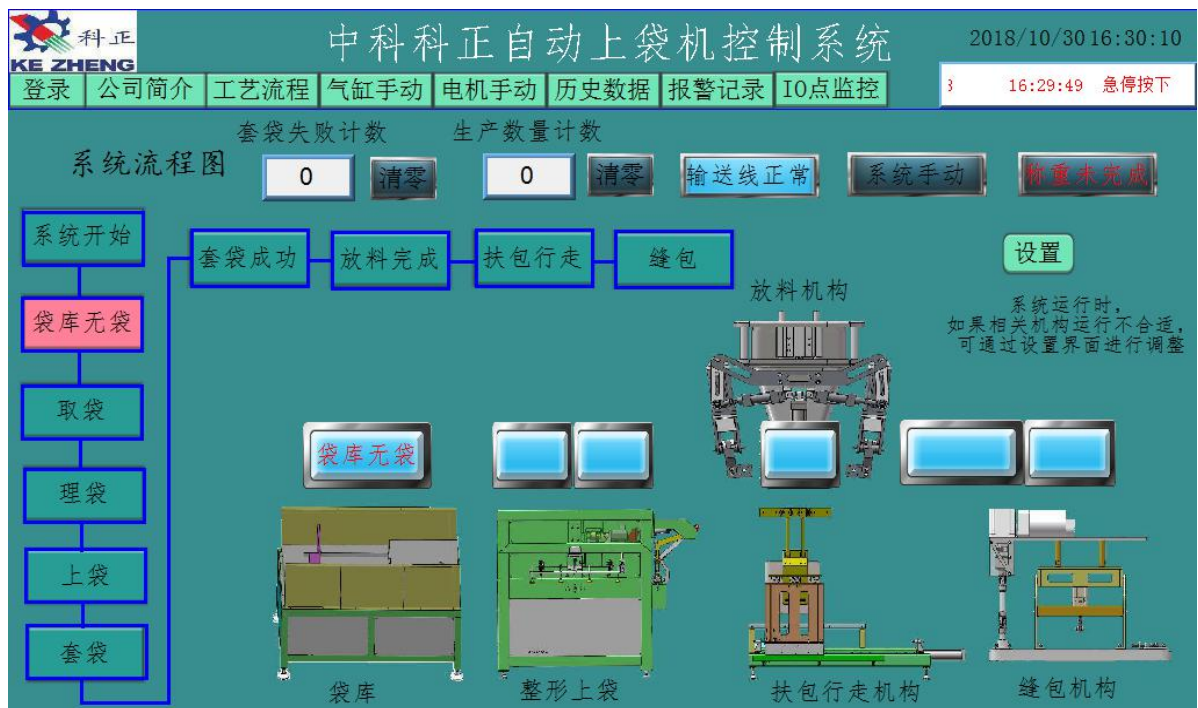
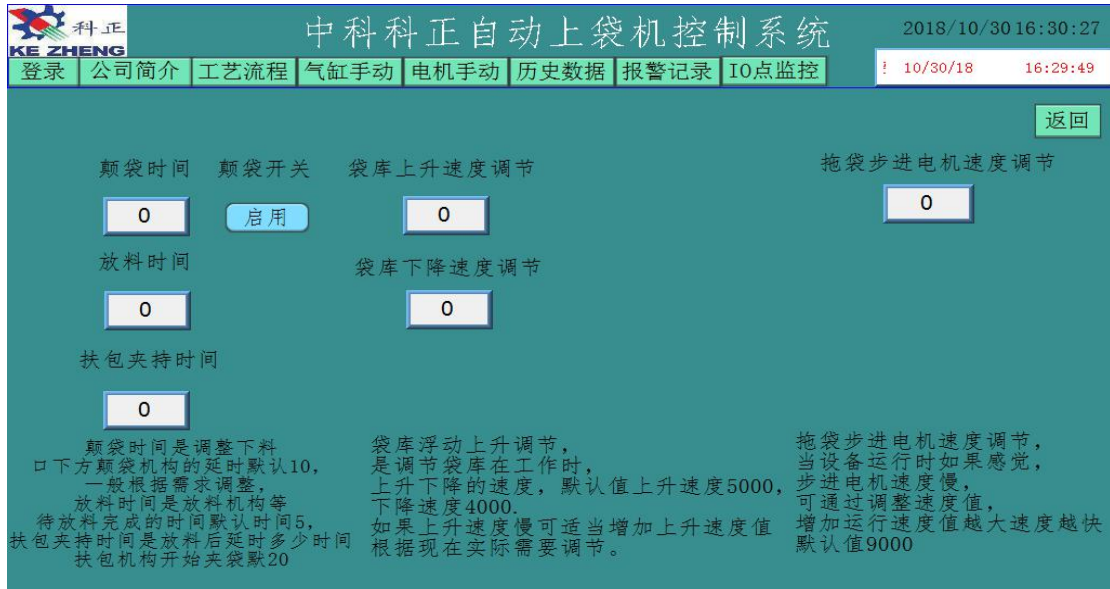
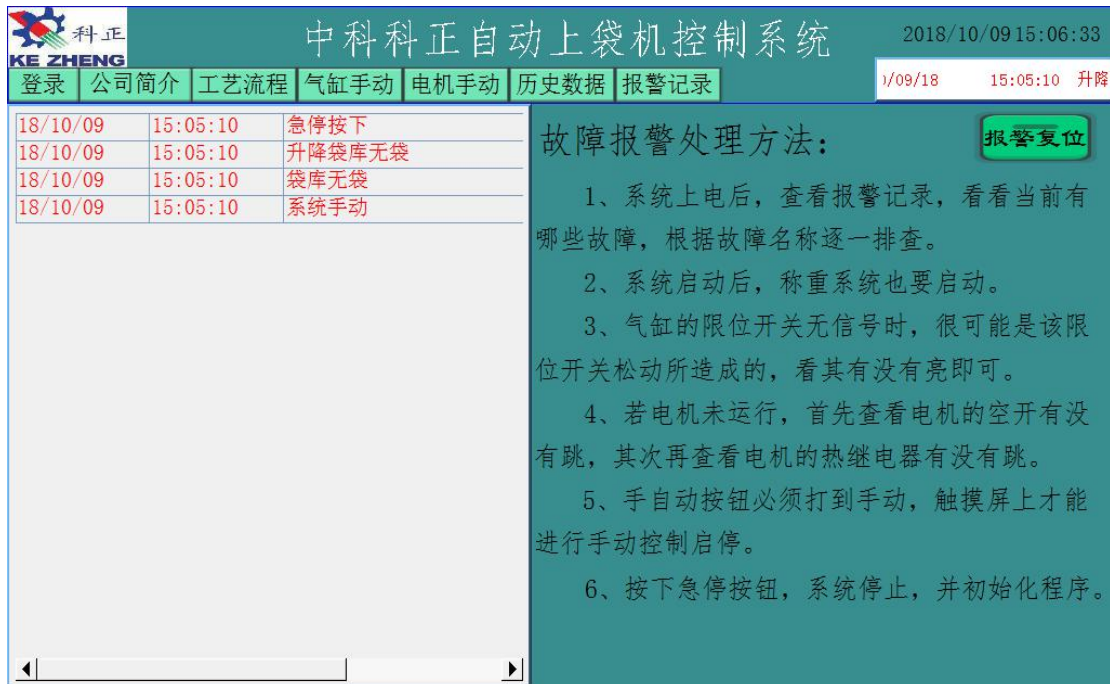

图7
图8
图9
3. 12. 4自动操作，在自动开始要检查系统状态，主要查看设备各动作机构是否正常有无卡住，设备动作范围内是否有人在活动，触摸屏报警画面有没有报警故障未消除等等，系统自动运行首先根据实际生产需要在设置画面调整相应参数如图8所示，然后在电控柜面板上的“自动手动”切换开关打到自动位置，然后按下系统启动，此时运行指示灯亮起说明系统启动正常，在此状态下点击触摸屏的“工艺流程画面”如图7所示，在此画面内可监视系统运行状况，当有故障时画面会提示，此时安照报警画面如图9所示，一步一步处理即可。。